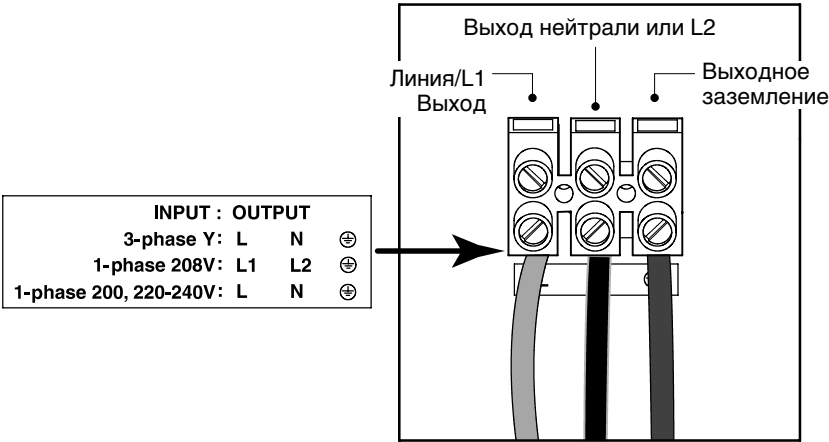

Рисунок 34. Выходная клеммная колодка ИБП
11. Подсоедините выходной и заземляющий провода к выходной клеммной колодке согласно рис. 34 и табл. 3.